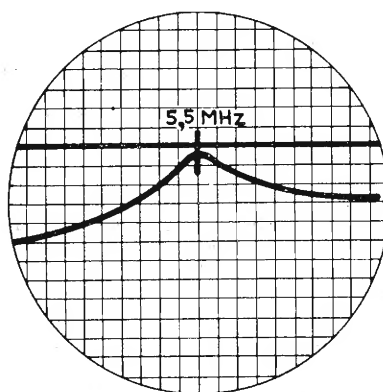

Fig. 10.42. - Curva del filtro audio.
4) Regolare il nucleo di L213 fino a far coincidere l'avvallamento della curva oscillografica col segnale del marker 5,5 Mc/s (fig. 10.42).